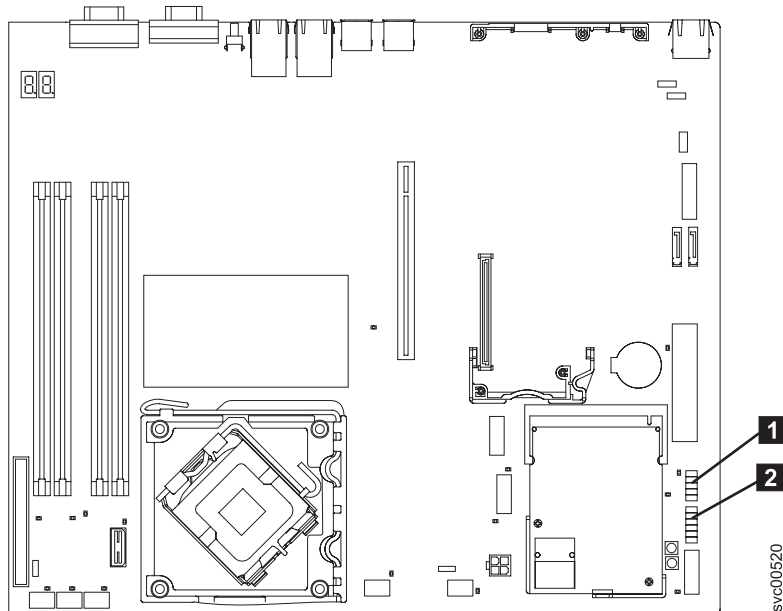

図 232. SAN ポリフォーム・コントローラー 2145-8A4 システム・ボード上の オペレーター情報パネルのコンネクター
7. オペレーター情報パネル・ケーブルは、一緒にバンドルされてシャーシを介してルーティングされる、2本の太いケーブルと多数の細いケーブルから成っています。それは、オペレーター情報パネルおよび前面 USB ポートへの接続を提供します。このケーブル・アセンブリーをシステム・ボードの右側 (電源機構の隣) からたどって、フロント USB コネクター **1** および オペレーター情報パネル・コネクター **2** を、273 ページの図 232 に示すようにシステム・ボードから切り離します。